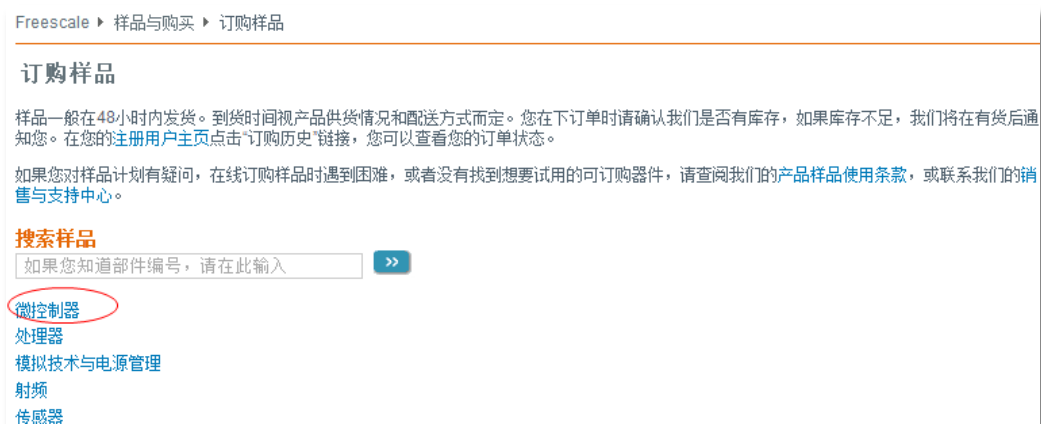

图 37 检索样品
2. 选择微控制器，以K22举例，经过检索可以找到K22的相关样品，或者您可以直接通过“微控制器”→“Kinetis”→“K系列”→“K2x”→“K22”的方式找到该芯片，检索界面如图 37所示。